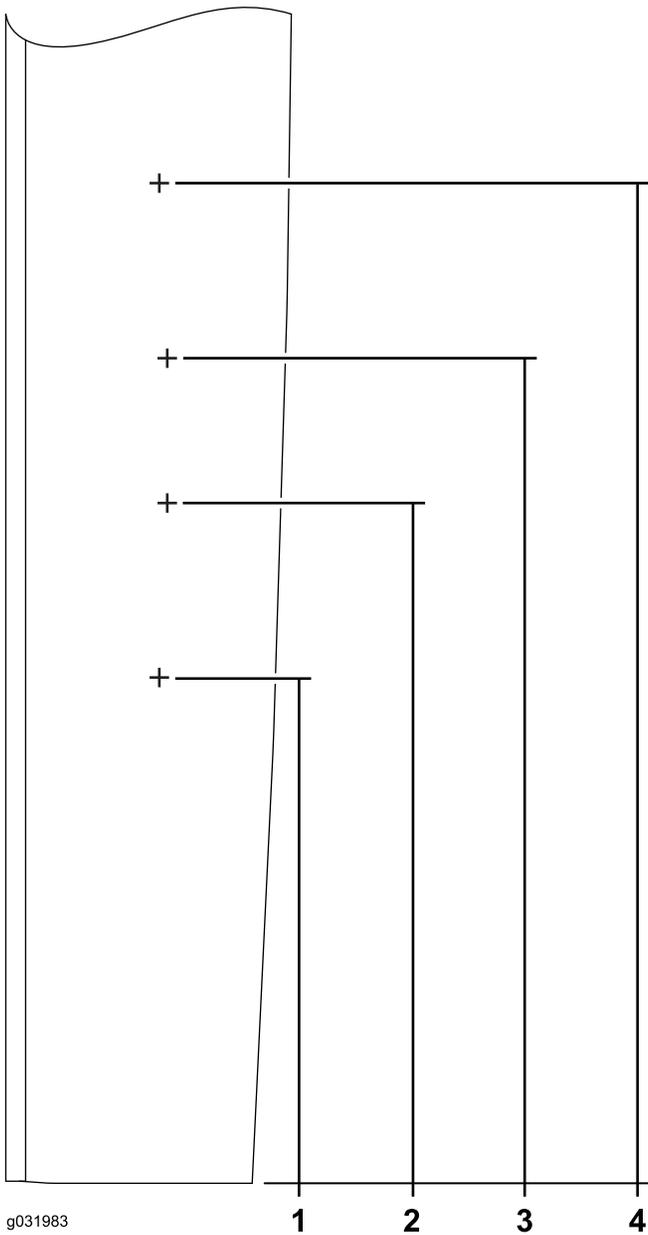
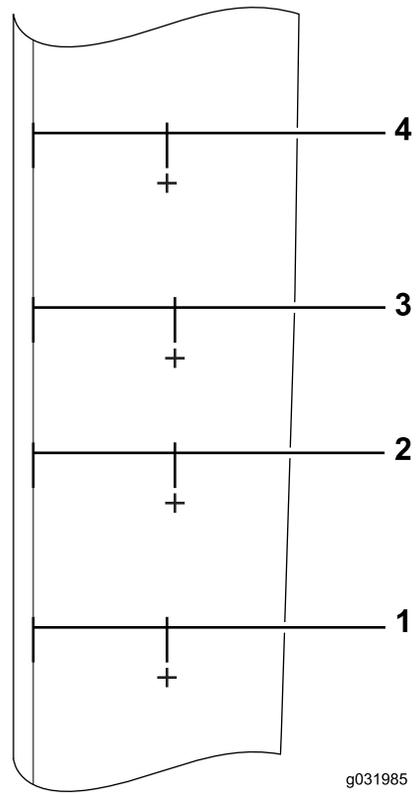

Bild 54
Bild 55
1. Ermitteln und markieren Sie die folgenden Stellen an der Seitenplatte (Bild 54) und (Bild 55).